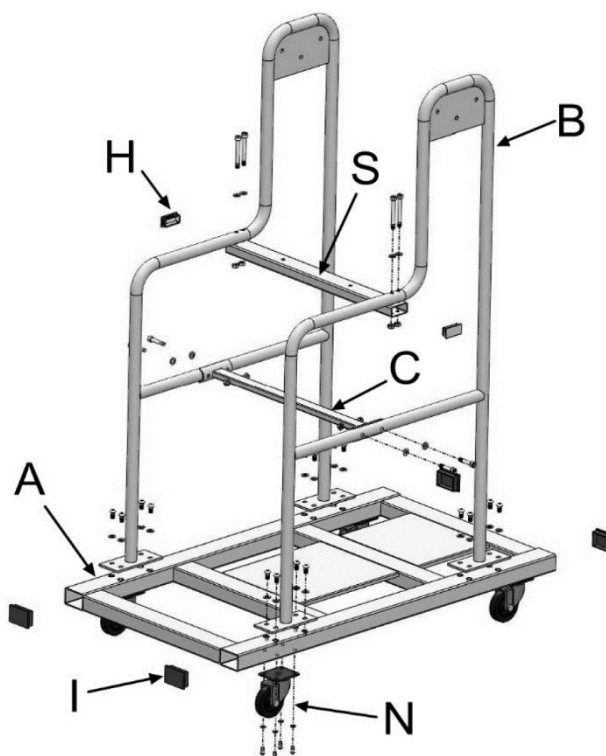

Рисунок 3.
Закрепите поворотные колеса (N) на платформе (A) при помощи винтов с шестигранным шлицем M6×15 и плоских шайб 6 мм (рис. 3, 4.1).
Вставьте заглушки (I) с четырех сторон платформы (A), рис. 3, 4.2.
Закрепите стойку (B) на платформе (A) при помощи винтов с шестигранным шлицем M8×16 и плоских шайб 8 мм (рис. 3, 4.3).
Прикрепите поперечную опору (C) к стойке (B) при помощи винтов с шестигранным шлицем M8×40, шайб 8 мм и гаек M8 (рис. 3, 4.4).
Прикрепите соединительную трубку (S) к стойкам (B) при помощи винтов с шестигранным шлицем M8×70, плоских шайб 8 мм и гаек M8 (рис. 3, 4.5).
Вставьте заглушки (H) с обеих сторон соединительной трубки (S), рис. 3, 4.6.